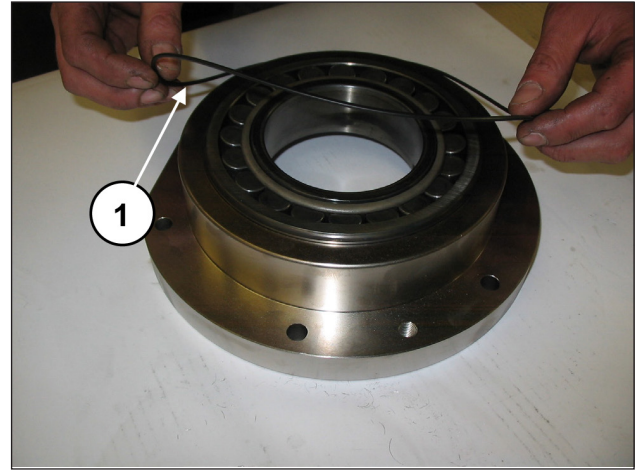

Fig. 71
Appliquer le joint torique à l'extérieur du couvercle de support de coussinet (rep. ①, Fig. 71).